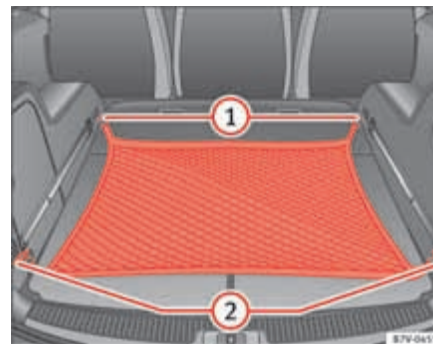

Abb. 100 Im Gepäckraum: Flach eingehängtes Gepäcknetz.
- Haken des Gepäcknetzes in die Verzurösen ⇒ Abb. 100 ① und ② einhängen.
- Haken des Gepäcknetzes aus den Verzurösen ⇒ Abb. 100 ① vorsichtig aushaken.
- Haken des Gepäcknetzes aus den Verzurösen ⇒ Abb. 100 ② vorsichtig aushaken.